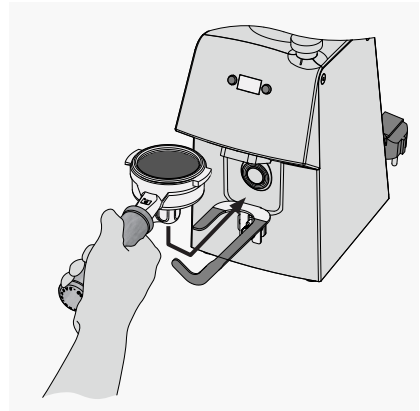

FIG.1
Pulsar sobre pulsador ⑩. Cada vez que quiera café molido, solo tiene que colocar el portafiltro de su máquina bajo la salida de café ⑧, guiado por la horquilla ⑫. (FIG. 1)